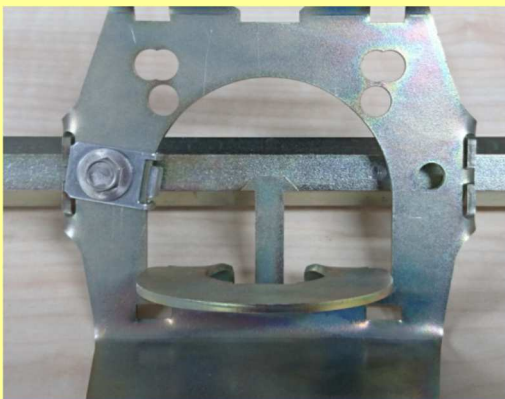
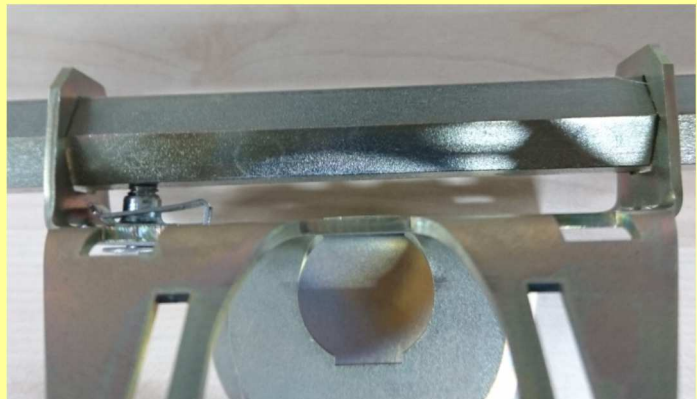

Figure 5
Figure 6
- Afin d'éviter un glissement latéral des déflecteurs sur l'arbre hexagonal, fixez les déflecteurs avec les écrous et les vis à tête fournis (voir Figure 5 et Figure 6).